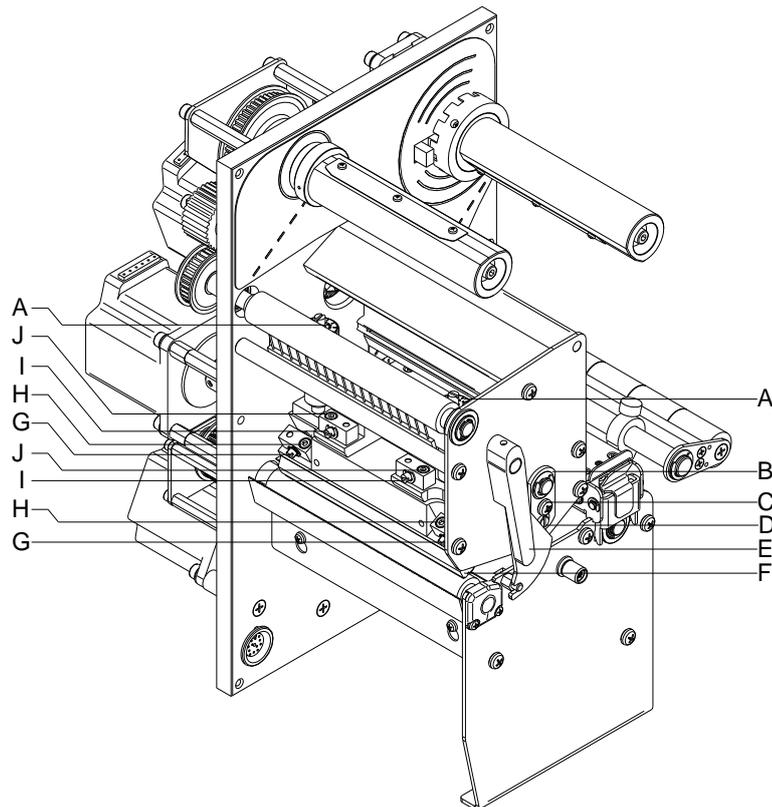

Abbildung 18
1. Schrauben (H oder J, Abbildung 18) mit einem Innensechskantschlüssel (SW 2,5) ca. $\frac{1}{4}$ Umdrehung lösen.
2. Parallelität mit den Stellschrauben (G oder I, Abbildung 18) einstellen.
4. Schrauben (H oder J, Abbildung 18) wieder anziehen.
1. Schraube (C, Abbildung 18) ca. $\frac{1}{4}$ Umdrehung lösen.
2. Exzenterbolzen (D, Abbildung 18) drehen, um einen Druckausgleich zu schaffen und solange nachstellen, bis ein gleichmäßiges Druckbild vorliegt.
3. Schraube (C, Abbildung 18) wieder anziehen.